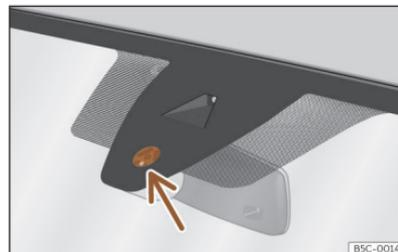

Fig. 109 Superficie sensible del sensor de lluvia.
Las posibles causas de anomalías e interpretaciones erróneas *en la zona de la superficie sensible* >>> **fig. 109** del sensor de lluvia son, entre otras:
- **Suciedad:** el polvo seco, la cera, el recubrimiento de los cristales (efecto loto) o los restos de detergente (túnel de lavado) pueden disminuir la efectividad del sensor de lluvia o hacer que reaccione más tarde, más despacio o que no funcione. Limpie regularmente la superficie sensible del sensor de lluvia >>> **fig. 109** (flecha) y compruebe posibles daños en las escobillas.